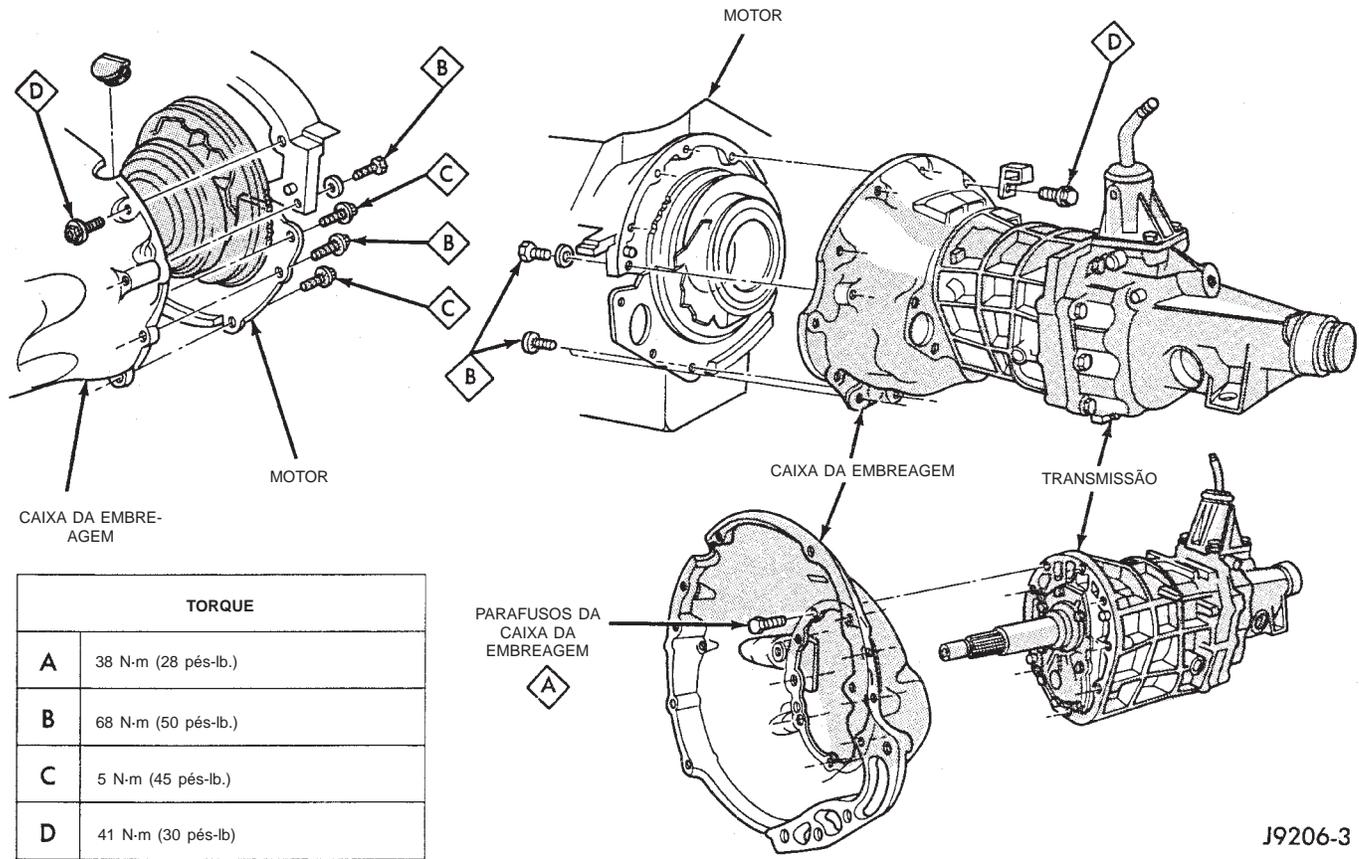

Fig. 4 Fixação da Caixa da Embreagem (AX 15)
- (1) Erga e apóie o veículo.
- (2) Remova a caixa da transmissão e da embreagem como um conjunto. Consulte o Grupo 21, “Transmissão e Caixa de Transferência”, para obter os procedimentos adequados.
(3) Remova o rolamento, a forquilha liberadora e a proteção da forquilha do eixo de entrada e da caixa da embreagem.
(4) Remova os parafusos que prendem a caixa da embreagem à transmissão (Fig. 4).